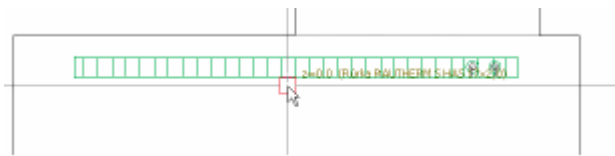

Рис. 3.2-32 Способ присоединения трубопровода от отопительных приборов
8. Для задания трубопроводов от отопительных приборов щелкните кнопку **Create couple of pipes/Создать пару трубопроводов** . При задании трубопроводов от отопительных приборов не нужно щелкать прямо на присоединение. Щелкните на прибор приблизительно в середине. (Рис. 3.2-32)